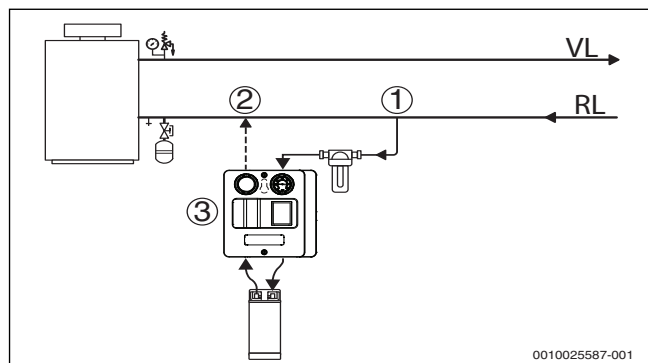
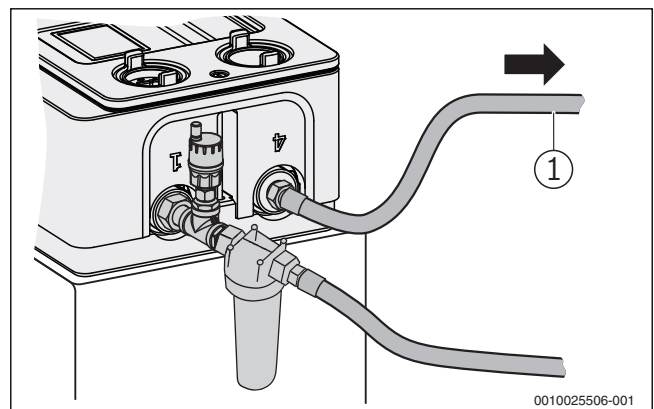

Bild 6 Anschlussschema Bypassentsalzungsmodul
Bild 8 Wasserfilter und Rücklauf anschließen
Das Modul wird gemäß Anschlusschema (→Bild 6) und den folgenden Vorgaben in die Heizungsanlage integriert:
Das Modul wird gemäß Anschlussschema (→Bild 6) und den folgenden Vorgaben in die Heizungsanlage integriert:
- ▶ Wasserfilter mit Automatik-Entlüfter an das Modul (Anschluss 1) anschließen. Dichtungen verwenden. (→Bild 8)
- ▶ Ersten Anschlussschlauch an den Filtereingang anschließen (Dichtung verwenden), jedoch nicht mit der Heizungsanlage verbinden. Offenes Ende in die Nähe des Bodenablaufs oder gegebenenfalls in ein Auffanggefäß oder in die zweite Transport-Box legen. (→Bild 8)
- ▶ Zweiten Anschlussschlauch zur Rückführung des Heizwassers am Modul (Anschluss 4; →Bild 8) anschließen und mit der Heizungsanlage verbinden (→ Bild 6). Dichtungen verwenden.